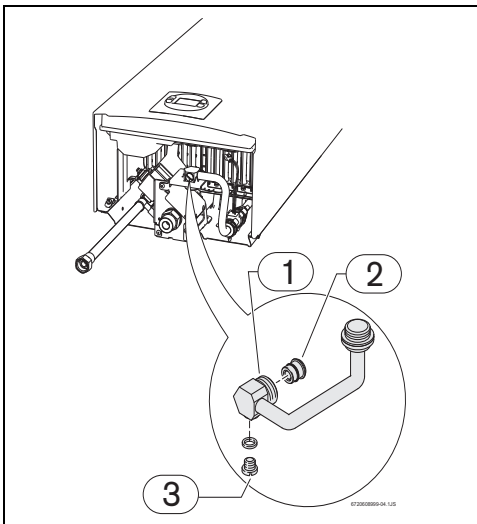

Fig. 12 Tornillo de purga
- ▶ Aflojar el tornillo de purga (Fig. 12) situado en el tubo de entrada de agua.